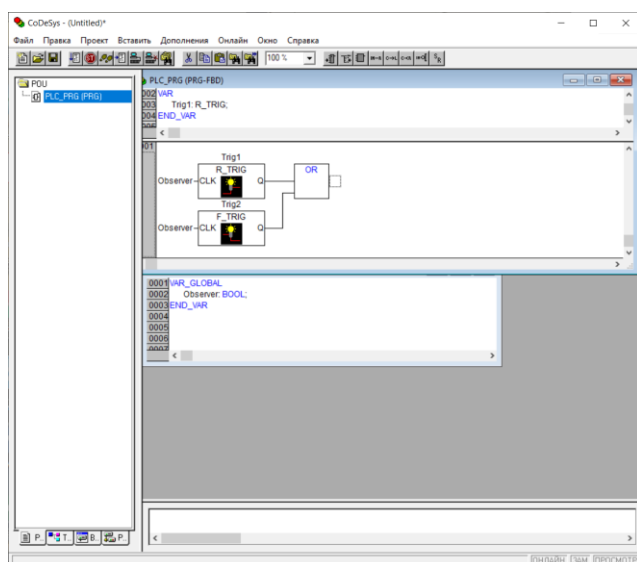

Рисунок 6 – Окно CoDeSys
6. Выделяем вход функционального блока триггера и вставляем элемент AND и переименовываем его в OR (рисунок 6).